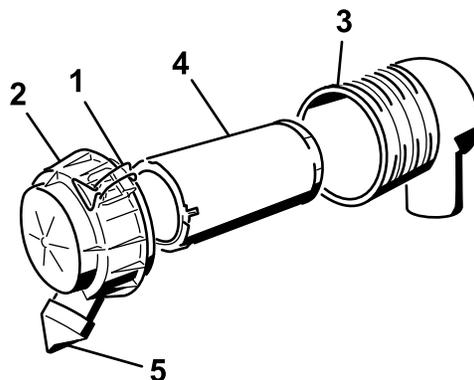

図 26
3. エアフィルタのラッチを外し、ボディーからカバーを抜き出す 図 26。
6. エアフィルタのボディーから、フィルタを静かに引き出す (図 26)。
8. 注意深くフィルタを取り付ける 図 26。
9. ダストキャップを下に向けてエアクリーナカバーを正しく取り付け、ラッチを掛ける 図 26。